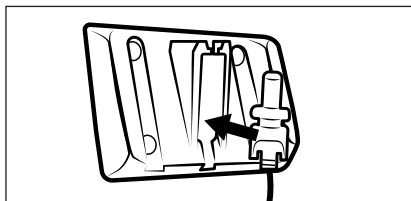

Fig. 4
- 1) Insérez la fiche creuse 11 de l'adaptateur secteur 10 dans le support mural 18 (voir fig. 4). Tournez la fiche creuse 11 pour la bloquer.